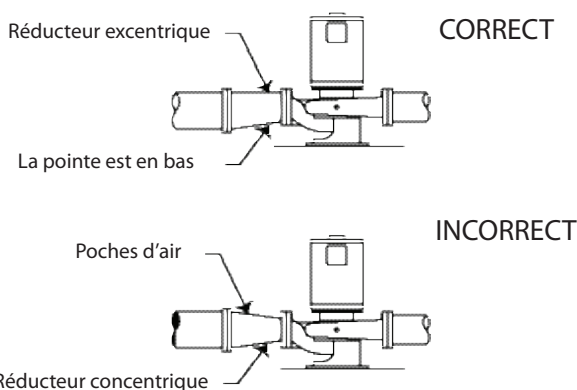

FIGURE 2a
- Utilisez un réducteur excentrique, le côté excentrique vers le bas (figure 2a), lors de la réduction du diamètre du tuyau à celle du diamètre de l'orifice d'aspiration.